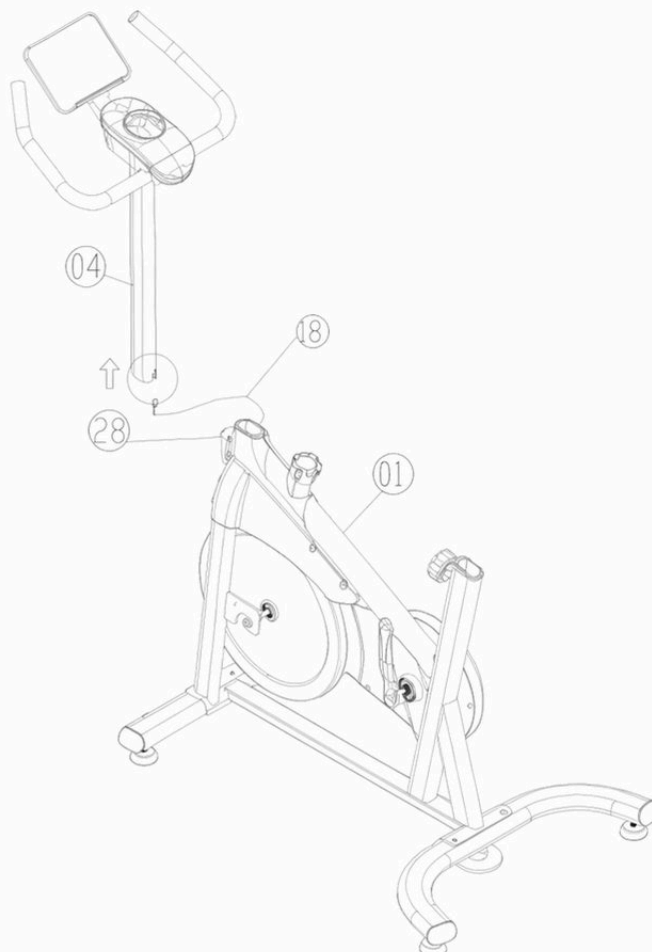
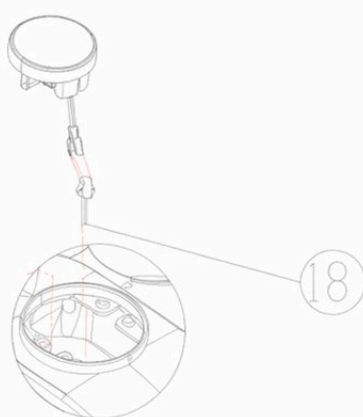

Figura 7.1
Figura 7.2
7. Primero, retire el cable del sensor del grupo elevador n.º 04 e insértelo en el grupo del bastidor principal n.º 01 (como se muestra en la Figura 7.1); luego, conecte el cable de conexión del bastidor al reloj electrónico n.º 14 (como se muestra en la Figura 7.2); a continuación, instale el grupo elevador n.º 04 en el bastidor principal n.º 01 y fíjelo con el pomo de ajuste con forma de L n.º 28; por último, coloque la batería en el medidor electrónico (como se muestra en la Figura 7.3).